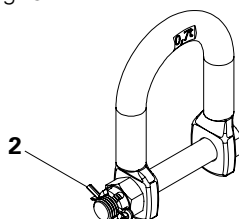

Fig. 4
- La vite (3) deve inserirsi senza fatica nelle due alette laterali della staffa di sollevamento (1).
- La staffa di sollevamento (1) deve essere libera di ruotare in direzione assiale intorno alla vite (3).
- Il dado a corona (4) deve essere presente e posizionato correttamente.
- La copiglia (2) deve essere presente e funzionante. (Fig. 4)
- Agganciare l'imbracatura alla staffa di sollevamento (1).